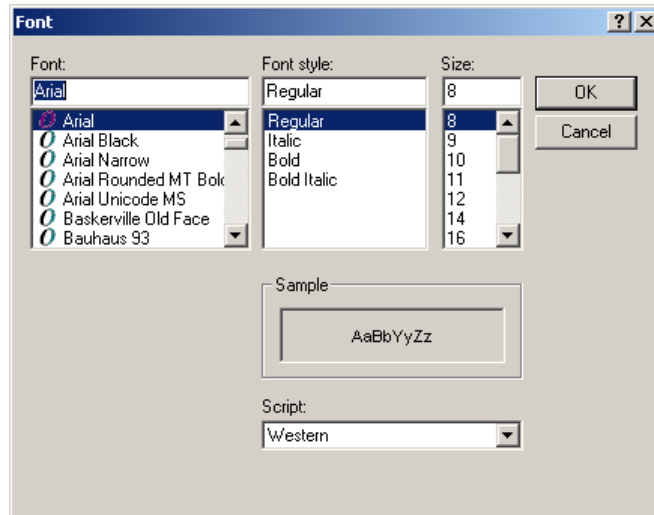

Figura 2-3 Menu para escolha do tipo e dimensão da letra para as tabelas.
- Permite alterar os tamanhos e fontes de letra das tabelas. Ao seleccionar esta opção surge o menu da figura 2-3 que permite a escolha da nova fonte ou a alteração do tamanho dos caracteres. Por defeito, o fonte utilizado é **Arial Regular**, tamanho **8**. A edição destas configurações recorre ao menu habitual do Sistema Operativo *Windows*.